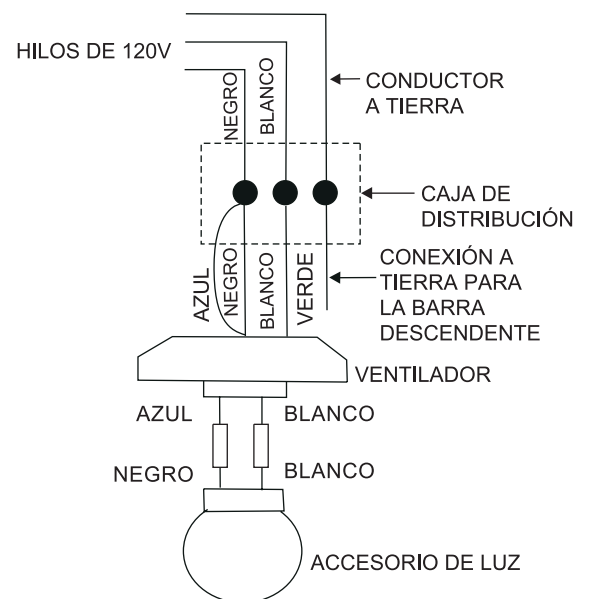

Figura 12
Paso 1 Conectar el cable de alimentación (negro) de ventilador y el cable de alimentación (azul) de alimentación al cable negro de alimentación residencial como se muestra en la Figura 12.